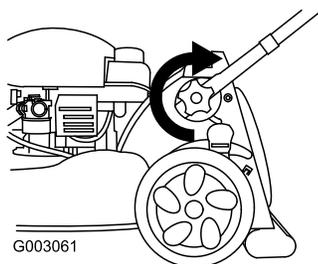

Figure 5
3. Serrez les boutons de la partie inférieure du guidon autant que possible (Figure 5).